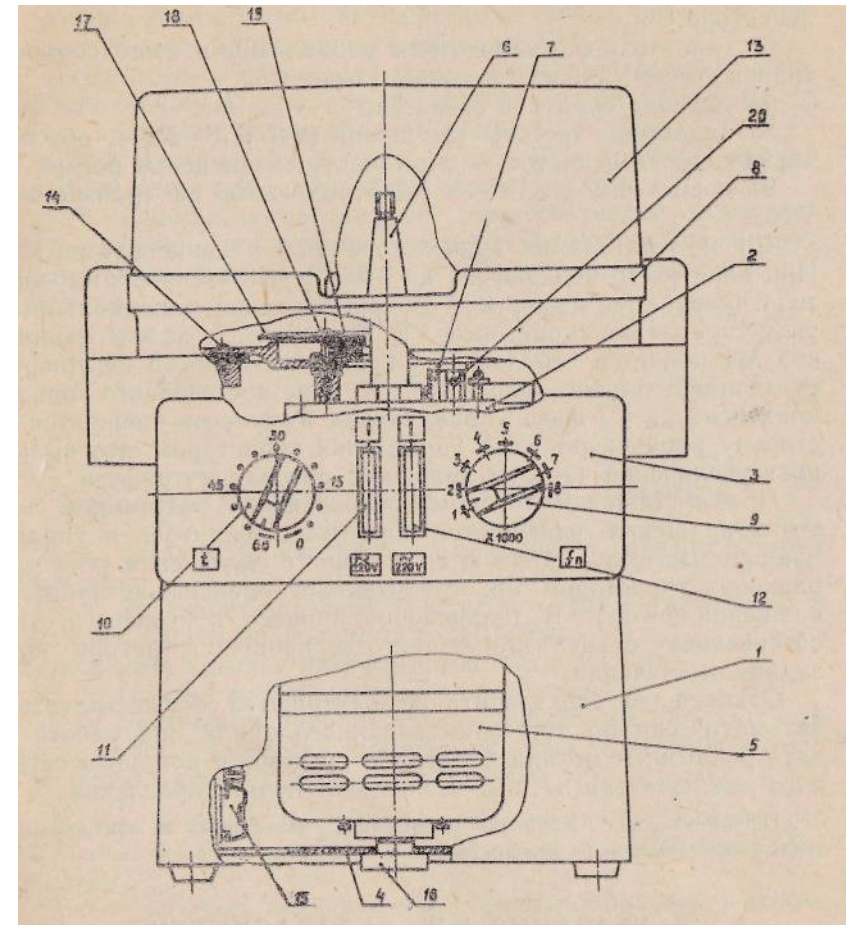

Рис. 2. Общий вид центрифуги ОПн-8.
Л. 1. Центрифуга тина ОПн-8 (рис. 2) состоит из следующих основных частей:
4. 1. 1. На корпусе центрифуги: (рис. 2, поз.1) смонтированы привод (поз. 2), пульт управления (поз. 3) и основание (поз. 4).
з) работать с гайкой (рис. 2, поз. 1(5), предназначенной для стопорения привода при транспортировании.
6. 2. Установить крышку (рис. 2, поз. Н1) па центрифугу: вынуть впиты упакованные с ЗППом;
7. 1. 1. Установить ручкой часового механизма (рис. 2, поз. 10) (в дальнейшем—часы) требуемое время центрифугирования с учетом времени разгона.
7. 2. 1. Выключатель часов (рис. 2. поз. 11) установить в положение отключено.
8. 1. Периодически, через каждые 600 h работы, необходимо заменить смазку подшипников электропривода центрифуги (рис. 2), для чего:
— отвернуть винты (рис. 2, поз. 18), предварительно ослабив винты (поз. 20);
а) открыть крышку центрифуги (рис. 2, поз. 13);